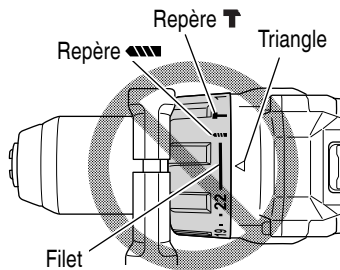

Fig. 18
- Ne pas utiliser avec le sélecteur de débrayage sur le nombre "22" et le trait au milieu du repère de perçage. Cela pourrait provoquer des dommages. (Voir Fig. 18)